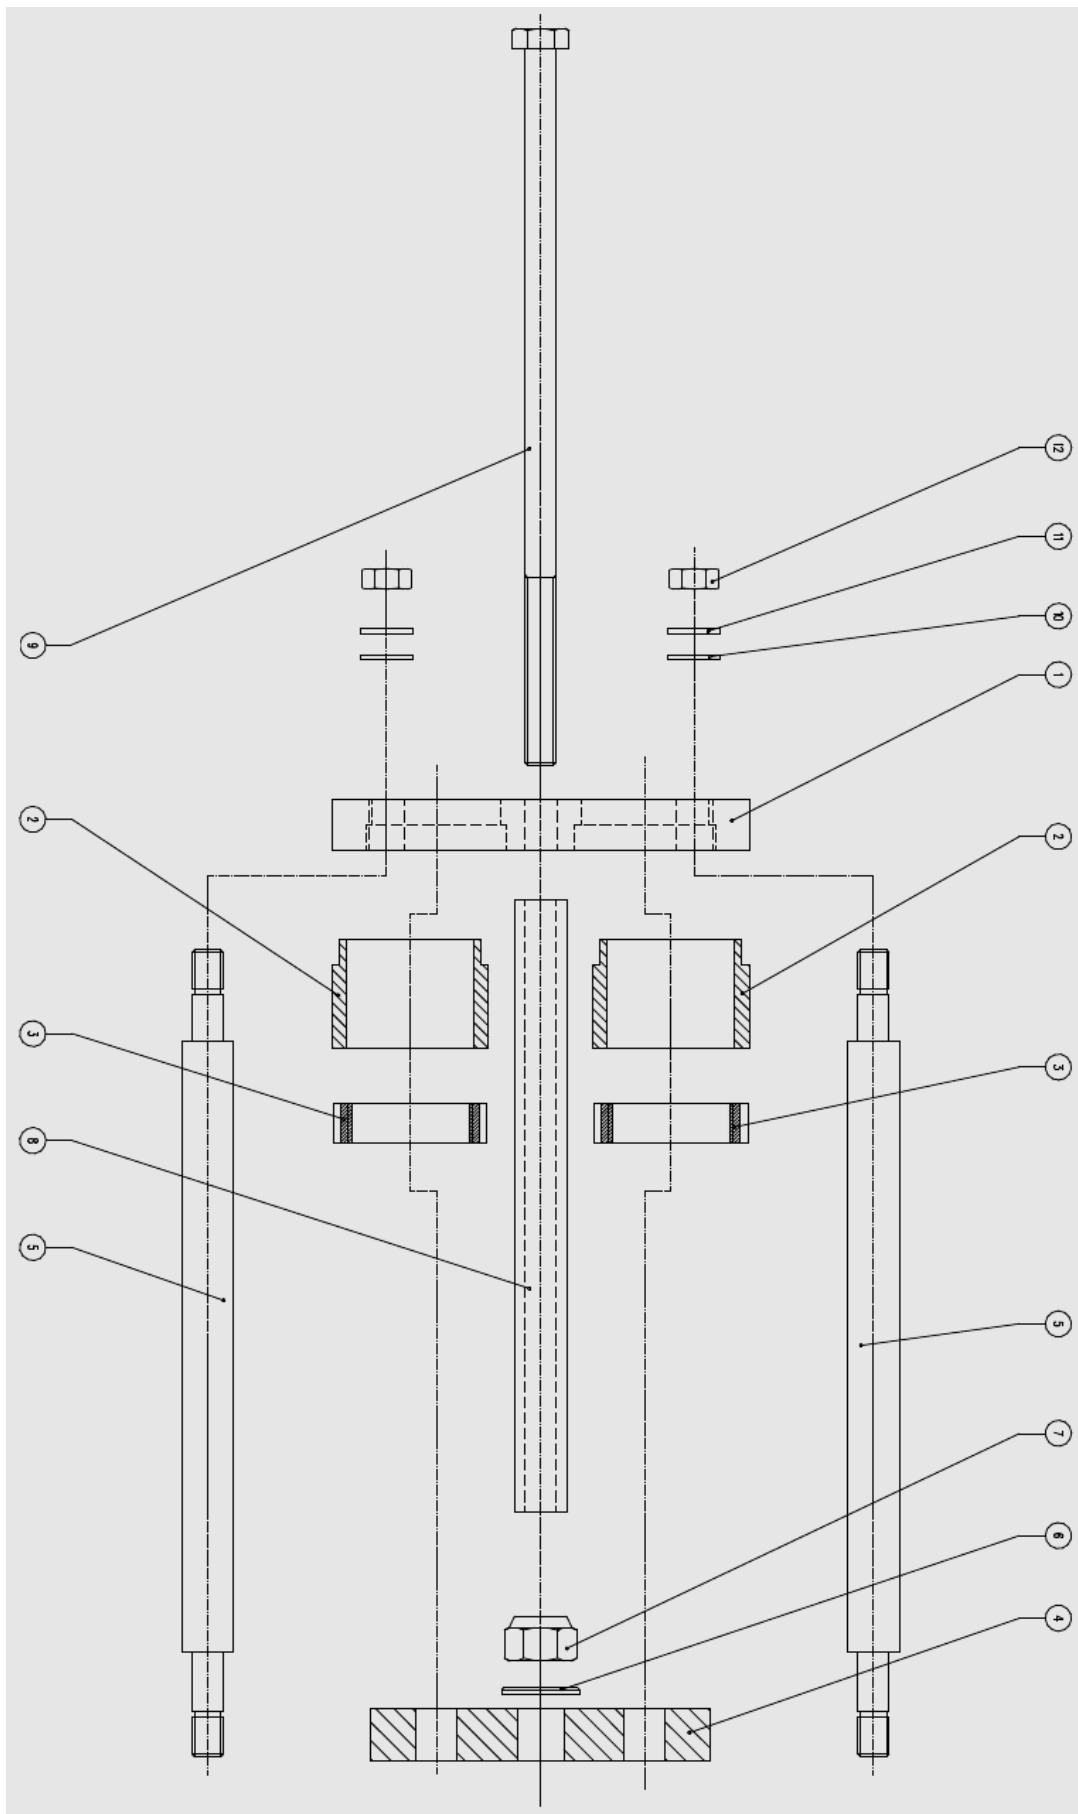

Рис.2. Поршневая вилка
Замена набора уплотнений штока (рис.2,4)
- Открутите корончатую гайку поз.3 (рис.2) и снимите головку цилиндра поз.63 с втулки поз.78.
Таблица 3 Перечень компонентов СП 1429 Поршневая вилка №18 (см. Рис. 2)